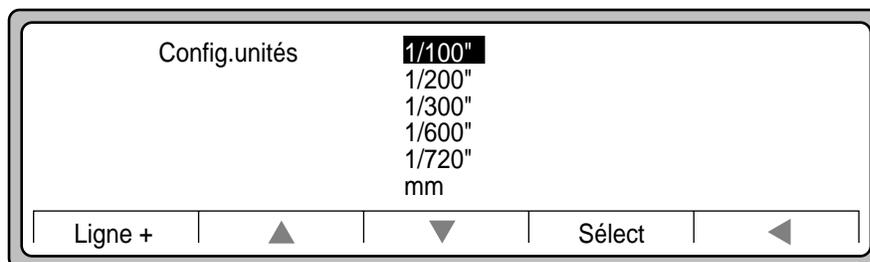

Figure 3-20 Sélection de 1/100"
11. Dans notre exemple, 1/100" est mis en surbrillance (Figure 3-20).
12. Appuyez sur Sélect. La Figure 3-20 apparaît.